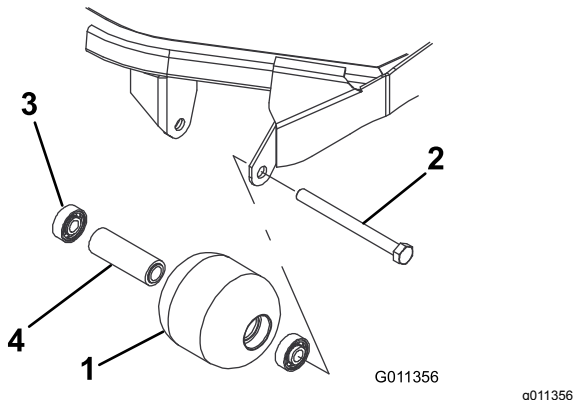

Bild 121
1. Entfernen Sie die Rollenbefestigungsschraube (Bild 121).
1. Drücken Sie das erste Lager in das Rollengehäuse (Bild 121). Drücken Sie dabei nur auf den äußeren Ring oder gleichmäßig auf die inneren und äußeren Ringe.
2. Setzen Sie ein Distanzstück ein (Bild 121).
3. Drücken Sie das zweite Lager in das Rollengehäuse (Bild 121). Drücken Sie gleichmäßig auf den inneren und äußeren Ring, bis der innere Ring das Distanzstück berührt.
4. Prüfen Sie das Rollengehäuse, die Lager und das Distanzstück auf Beschädigungen (Bild 121). Tauschen Sie alle beschädigten Teile aus und bauen Sie alles wieder zusammen.